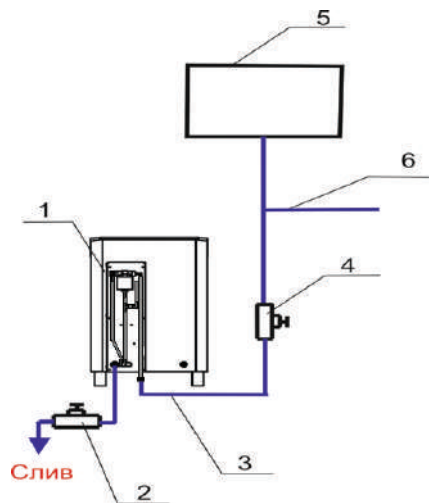

Рис. 7
2.1.2.5 Приподняв вверх снять заднюю крышку. Подключить ЭНУ (поз. 1, рис. 7). с помощью гибкого шланга (поз. 3, рис. 7). к водопроводной сети (поз. 6, рис. 7) или накопительному баку (поз. 5, рис. 7), расположенному в смежном помещении. Рекомендуется устанавливать накопительный бак на высоте не менее 1 м от верха ЭНУ. Перед ЭНУ следует установить запорный кран (поз. 4, рис. 7). Удалить временную заглушку и установить кран слива воды (поз. 2, рис. 7) используя гибкую подводку необходимой длины. Для предотвращения образования известковых отложений, значение жесткости воды должно находиться в диапазоне от 0,5° до 5°F. Рекомендуется использование специальной установки - деминерализатора (с обратным осмосом).
2.2.2.1 Закрывать сливной кран (поз. 2, рис. 7) и открыть заливной кран (поз. 4, рис. 7). При включении электропечи в помещении с отрицательной температурой заливной кран открывать через 15 минут после включения режима парогенерации.
2.2.2.5 После окончания работы, в целях предотвращения образования осадка в баке парогенератора, рекомендуется сливать воду из системы. Для этого закрыть заливной кран (поз. 4, рис. 7) и открыть сливной кран (поз. 2, рис. 7). Дождаться полного слива воды из системы. Оставить краны в таком положении до следующего включения изделия. При возникновении возможности замерзания воды в баке парогенератора, сливать воду обязательно!